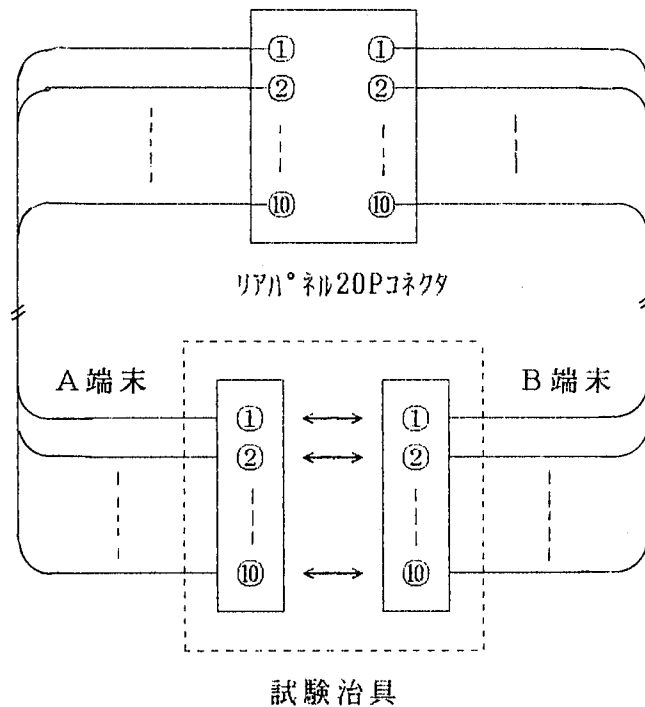

図 6
- ・次頁図6のように、試験治具パネル面の試験コードが取り付けられるジャックまたは、コネクタの線番“1”～“10”のA-B両端末間を線番“1”より順次短絡（導通状態）していったとき、導通不良ランプが点灯したままで、短絡した次の線番のみの不良線番表示に切り変わり、最後の線番“10”の両端末間が導通状態になったとき、導通不良表示ランプおよび、不良線番表示ランプすべ
- ・図 6 にて、測定線数設定スイッチで設定された範囲内の任意の線番同志の A - B 両端末間を相互に交差させた誤配線状態にしておきます。
- ・図 6 にて、任意の線番の A - B 両端末間を、予め断線状態にしておきます。
- ・前頁図6にて、任意の線番のA-B両端末間を、予め断線状態にしておきます。
- ・前頁図6にて、すべての線番の両端末間を短絡（導通状態）して、合格表示状態にした状態で用意した抵抗を任意の線番の線間に接続します。